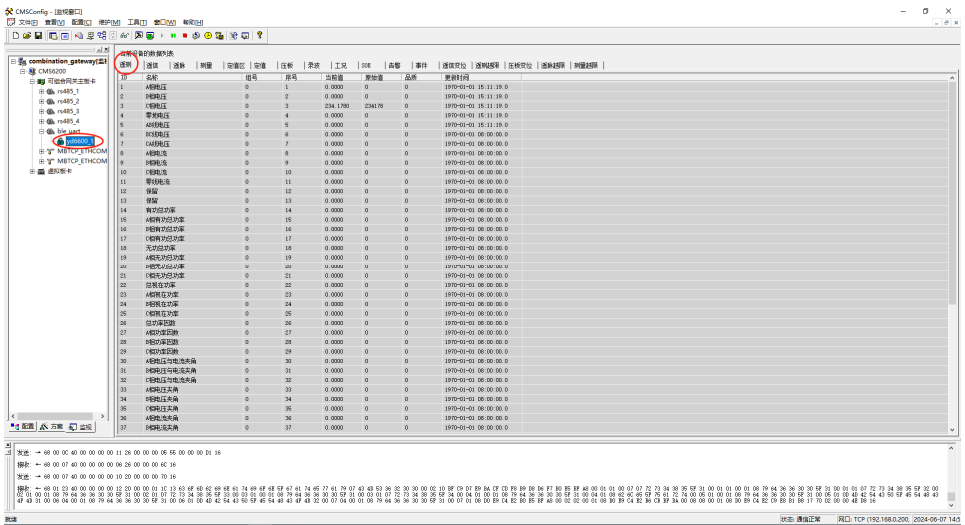

图 5-52 通信监视-实时数据库
- 监视实时数据库：在“监视”属性页的空白地方，点击鼠标右键，在弹出菜单中选择“实时数据库”，在监视窗口显示实时数据库，如图 5-52 所示。
实时数据库是查看某设备的当前值，所以只对设备节点有效。图 5-52 中，若点击“设备 2”设备节点，监视窗口会显示这一设备的当前数据表。包括遥测、遥信、遥脉、测量、定值区、定值、压板、录波、工况、SOE、告警、事件、遥信变位、遥测越限、压板变位、遥脉越限等类型数据的查看。